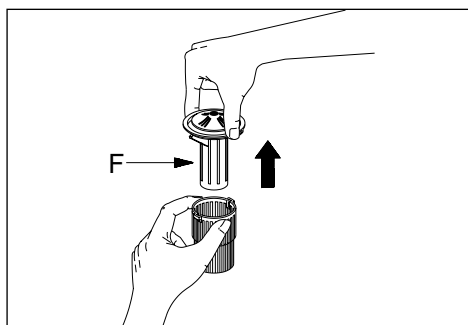

fig. 16c
- Retirez le filtre (F). Retirez le filtre de son support en tournant vers la droite (voir fig. 16c).